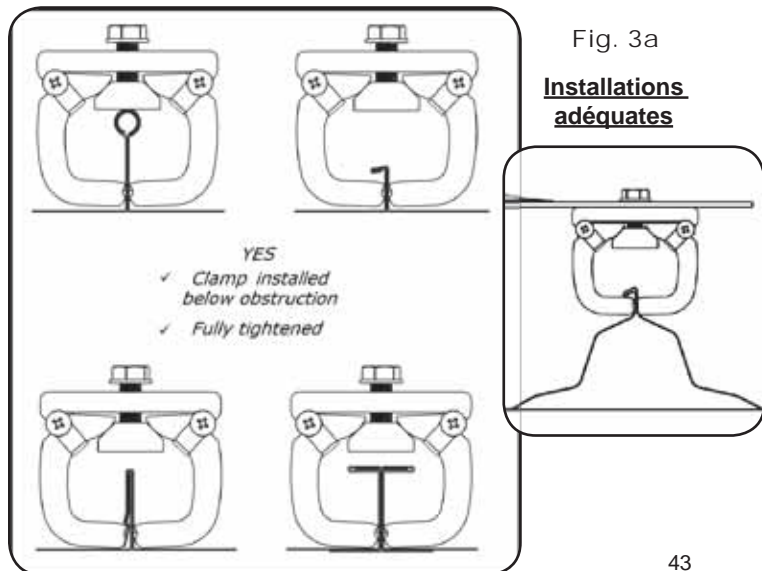

Fig. 3a
2. Placez la base avec les ensembles de pinces ouvertes sur les joints debout et poursuivez avec la fermeture et le serrage des ensembles de pinces. Les ensembles de pinces sont conçus pour se centrer automatiquement afin de donner un alignement adéquat. Les toits à joints debout diffèrent, mais dans tous les cas, les pinces doivent se fermer au-dessous de l'obstacle du joint pour s'assurer qu'elles sont correctement fixées et qu'elles ne glissent pas (voir fig. 3a). Serrez les ensembles de pinces à 40 pi/lb (54 Nm), en alternant les boulons jusqu'à ce que tous les boulons soient serrés à la valeur de couple appropriée. *Remarque : une fois le premier boulon serré à 40 pi/lb (54 Nm), ne pas serrer les trois autres boulons plus de trois fois chacun.*
5. Placez la base avec les ensembles de pinces ouvertes sur les joints debout et poursuivez avec la fermeture et le serrage des ensembles de pinces. Les ensembles de pinces sont conçus pour se centrer automatiquement afin de donner un alignement adéquat. Les toits à joints debout différents, mais dans tous les cas, les pinces doivent se fermer au-dessous de l'obstacle du joints pour s'assurer qu'elles sont correctement fixées et qu'elles ne glissent pas (voir fig. 3a). Serrez les ensembles de pinces à 40 pi/lb (54 Nm), en alternant les boulons jusqu'à ce que tous les boulons soient serrés à la valeur de couple appropriée. *Remarque : une fois le premier boulon serré à 40 pi/lb (54 Nm), ne pas serrer les trois autres boulons plus de trois fois chacun.*